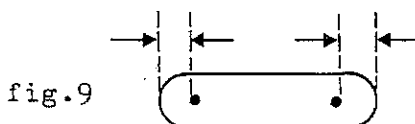

fig.9
- Am Handrad drehen und prüfen, ob der linke und rechts Nadel-einstich im Stichlochschlitz den gleichen Abstand hat (Fig. 9).